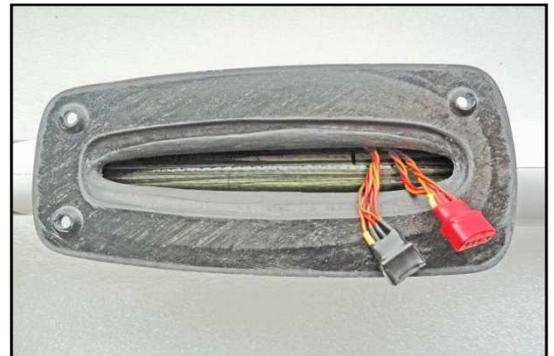

Рис.7 – Проведенные провода для крыла
4. После полной полимеризации смолы протяните провода из фюзеляжа в балку, которые идут к оперению. А также провода, которые идут от крыла к приемнику. (Рис.7)